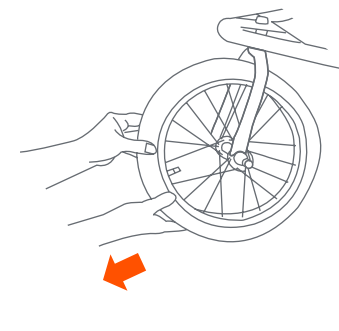

Fig. 20
- 20) • Levante del suelo la parte delantera del carrito y tire de la rueda hacia abajo para asegurarse de que esté sujeta. (Fig. 20).